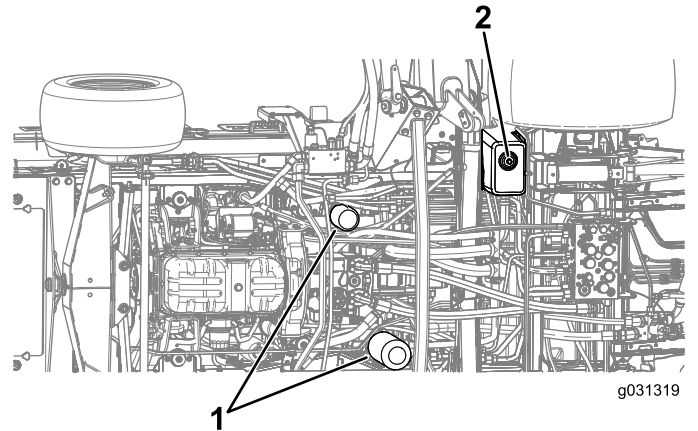

Figura 129
4. Rimuovete il tappo di spurgo dalla base del serbatoio e lasciate fuoriuscire il fluido idraulico nella bacinella (Figura 129).
7. Collocate una bacinella di spurgo sotto il filtro e togliete il filtro (Figura 129).